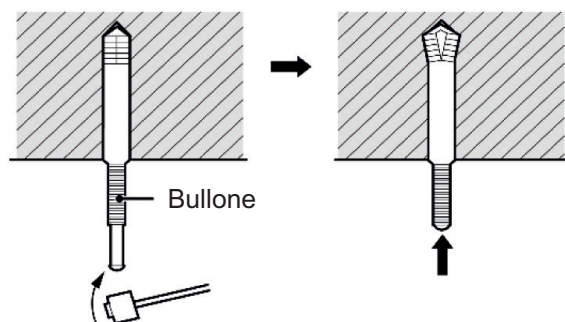

Fig. 4.1.3
- 2) Inserire nel foro il tassello di espansione M10, poi battere il bullone nel tassello, come mostrato in Fig. 4.1.3.